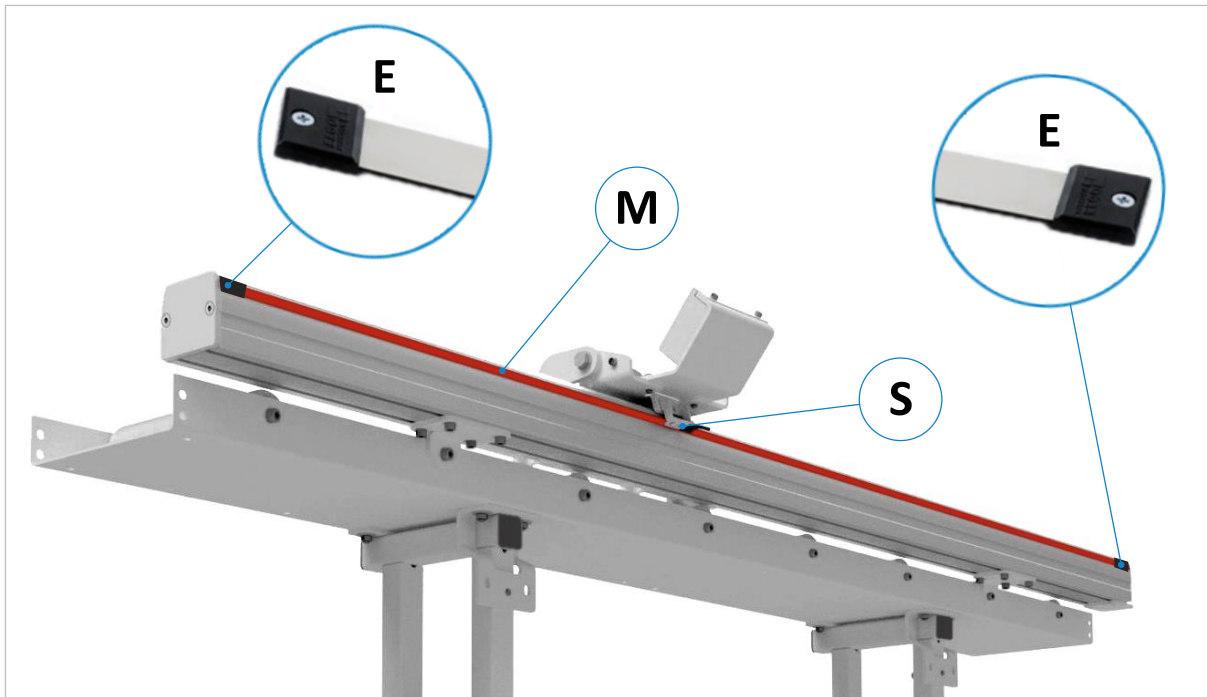

Abbildung 8: Magnetband bei EXAKT P/E montieren
1. Entfernen Sie zunächst die beiden Kunststoff-Endkappen (E) vom Magnetband → Diese sind zum mechanischen Schutz der Magnetbandoberfläche erforderlich und müssen später wieder montiert werden.
2. Auf der Rückseite des Führungsprofils befindet sich eine passende Nut, in die das Magnetband - optimal zum Magnetsensor (S) ausgerichtet - eingeklebt werden kann. **Hinweis:** Zur besseren Veranschaulichung ist das fertig montierte Magnetband (M) in obiger Abbildung in Rot dargestellt.
**Wichtig: Das Magnetband muss, beginnend von der Bearbeitungsmaschine aus, in die Nut auf der Rückseite des Führungsprofils eingeklebt werden (siehe ⇒ Abbildung 8).**
4. Schieben Sie das Magnetband zuerst unter dem Magnetsensor (S) hindurch.
7. Restliche Klebeschutzfolie abziehen und das Magnetband (M) über die gesamte Länge in die Nut einkleben und überall gut andrücken.
9. Schieben Sie nun die beiden Kunststoff-Endkappen (E) auf die beiden Magnetband-Enden auf und befestigen Sie sie mit den mitgelieferten Schrauben in den werkseitigen Bohrungen im Führungsprofil.